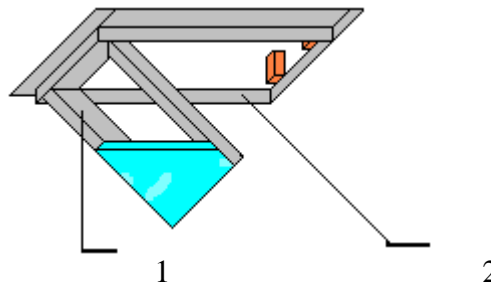

Abb. 1.
1. Aus der Gipsdiele Quadrat oder Rechteck ausschneiden (abhängig von der Klappeversion) mit den Abmessungen, die den inneren Abmessungen des beweglichen Rahmenteiles entsprechen und mit den Schrauben befestigen. (1 Abb. 1). Im Bezug auf die Ausführung der Konstruktion aus Blech mit der Dicke 1,5 mm, empfiehlt man die Selbstbohrende Schrauben mit der Länge 20 mm zu verwenden.